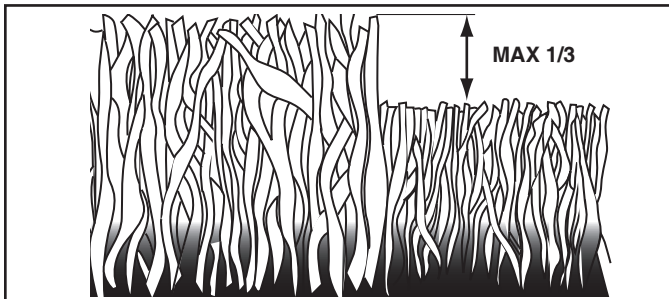

Fig. 24
- Pour les meilleurs résultats, ajustez la hauteur de coupe de tondeuse afin que la tondeuse coupe seulement le tiers du haut de l'herbe (Voir la Fig. 24). Pour les conditions très difficiles, réduisez votre largeur de la coupe sur chaque passage et tondez lentement.